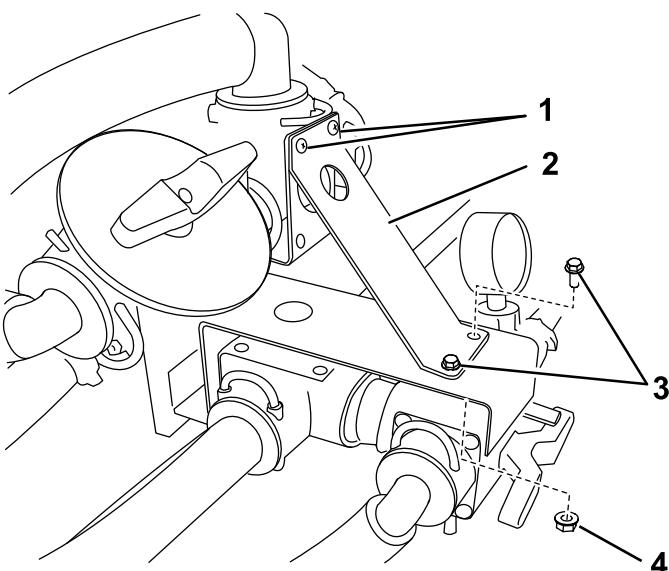

Figura 9
- Su un sistema di irrigazione Workman (Figura 9), rimuovete le 2 viti che fissano il raccordo a T superiore e montate la staffa di sostegno con le viti, 2 bulloni a testa flangiata (1/4 x 3/4 poll.) e 2 dadi flangiati (1/4 poll.).